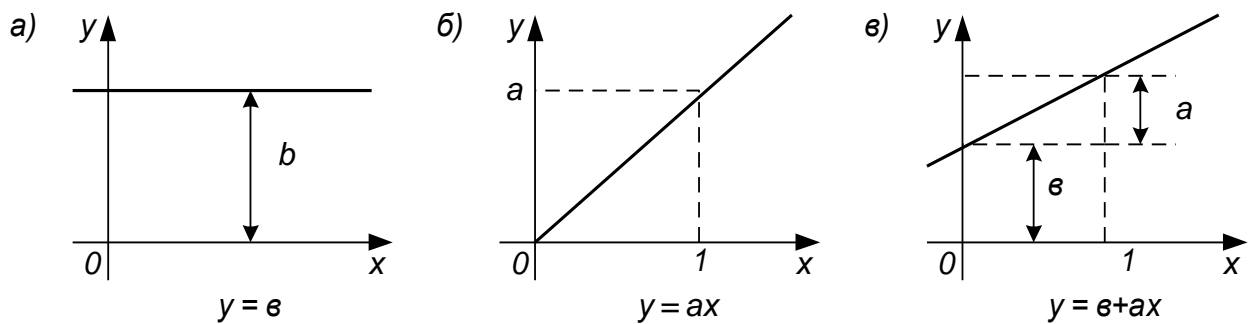

Рис. 6. Виды линейной функции
**Линейный элемент** – элемент, имеющий статическую характеристику в виде линейной функции (рис. 6):